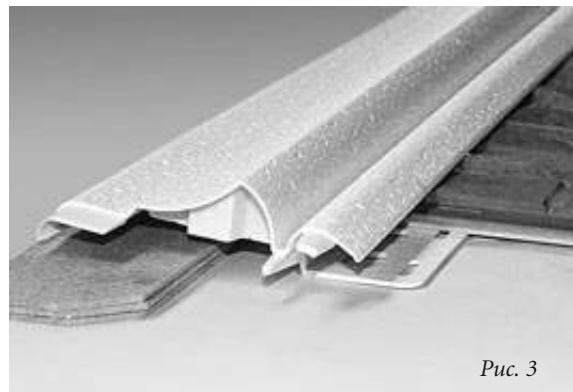

Рис. 3
личника и монтажный паз находились в одной плоскости (рис.3), что предотвратит подвижность наличника в любом направлении, так как при распиле наличник может отклониться от заданного направления, и срез получится неровным.
- 3) Встыковочный монтажный паз наличника вставить фрагмент фасадной панели, которая в дальнейшем будет монтироваться на стену, и плотно прижать к плоскости рабочего стола (рис.3).